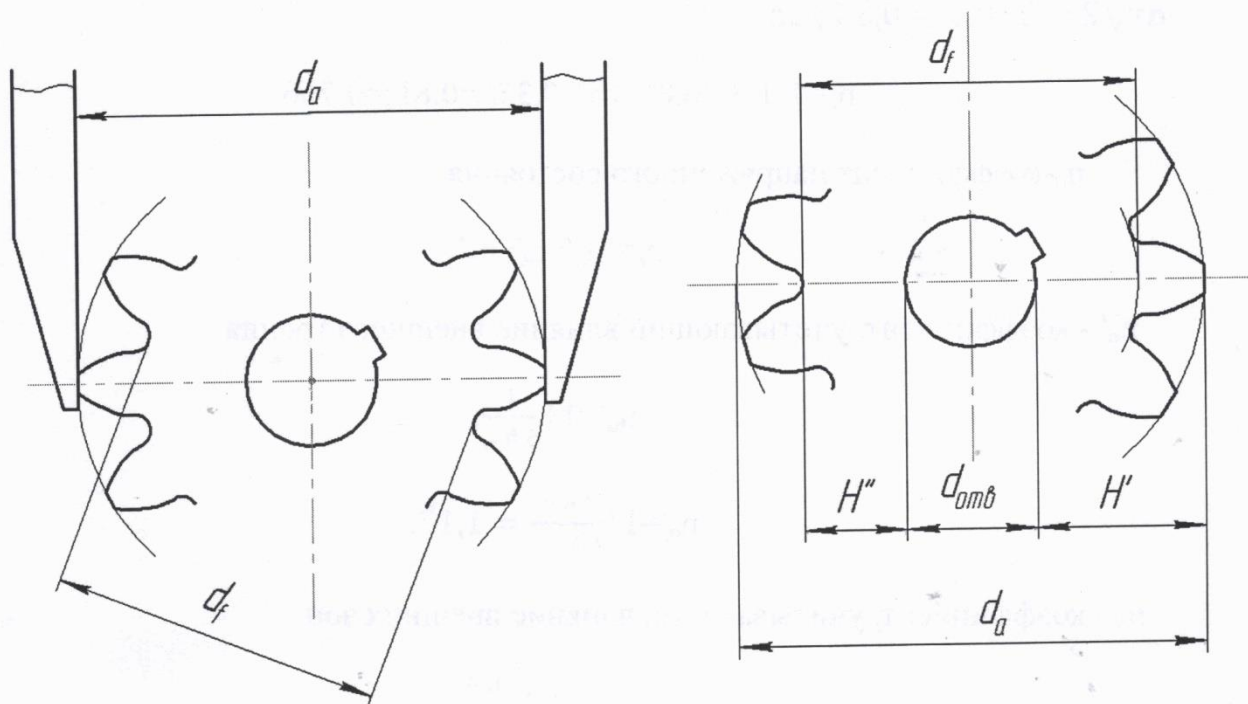

Рис. 3.2 Схема измерения диаметров вершин зубьев и впадин
5. Определить диаметры окружностей вершин зубьев d_a и впадин d_f . При четном числе зубьев диаметры вершин и впадин измеряются непосредственно штангенциркулем, как показано на рис. 3.2, а, а при нечетном числе зубьев – находятся, как показано на рис. 3.2, б, по зависимостям: